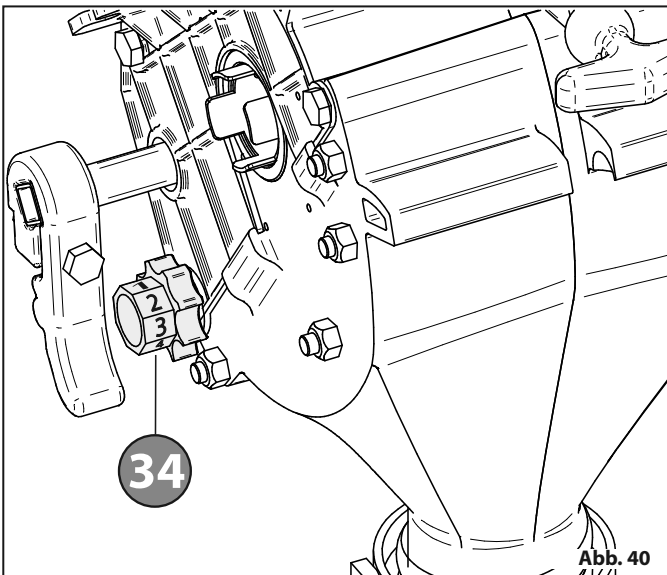

Abb. 40
- Regulieren Sie die die einzelnen Einstellknöpfe **34** an jedem Verteiler "Abb. 40".